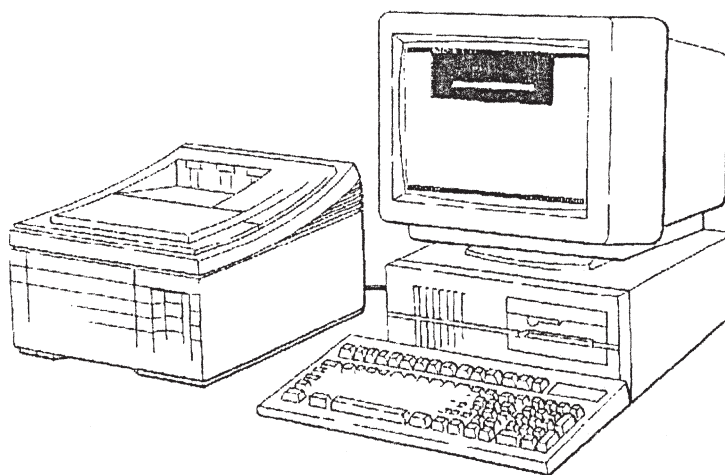

Figure 9. Imprimer à partir d'un PC
- Normalement le CDS est enlevé du compacteur et amené au bureau où il est connecté à un ordinateur vers lequel les données du CDS sont transférées. A l'aide du logiciel pour PC CdsCom ou CdsView, vous pouvez ensuite imprimer une copie du rapport à l'aide d'une imprimante connectée à votre ordinateur (voir figure 9).